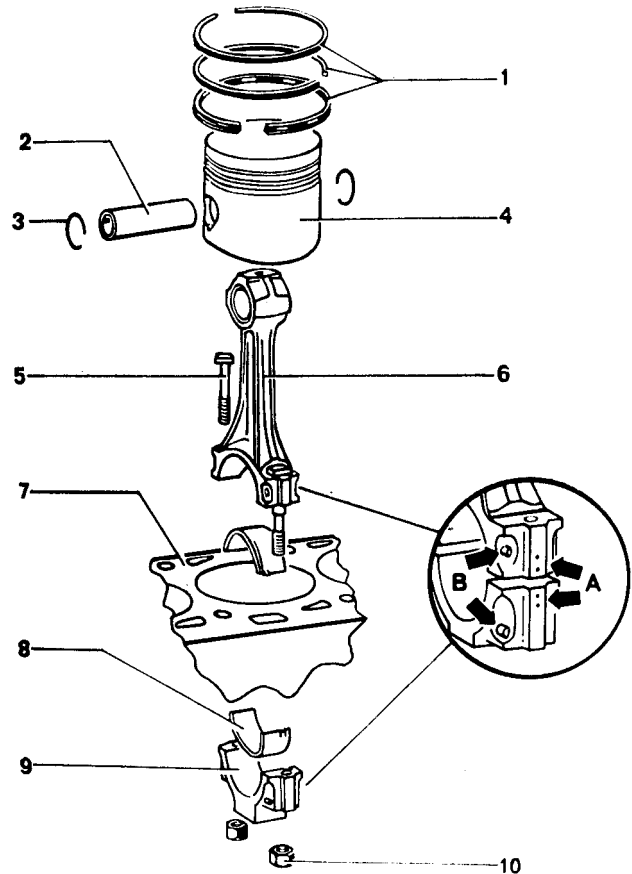
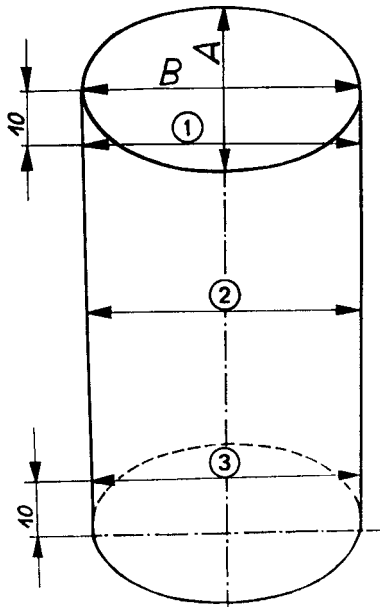

Bild M 15. Pleuel mit Kolben
Bild M 20. Maße für Zylinderbohrung
- (5) Pleuelschraube
- (6) Pleuelstange
- Zugehörigkeit zum Zylinder kennzeichnen (siehe Bild M 15 - A)
- Einbaulage: Die Markierungen (B) zeigen zur Keilriemenscheibenseite
- (7) Zylinderblock
- Zylinderbohrung überprüfen siehe Bild M 20
- Kolben- und Zylindermaße siehe Bild M 20
- (8) Lagerschalen
- (9) Pleuelstangendeckel